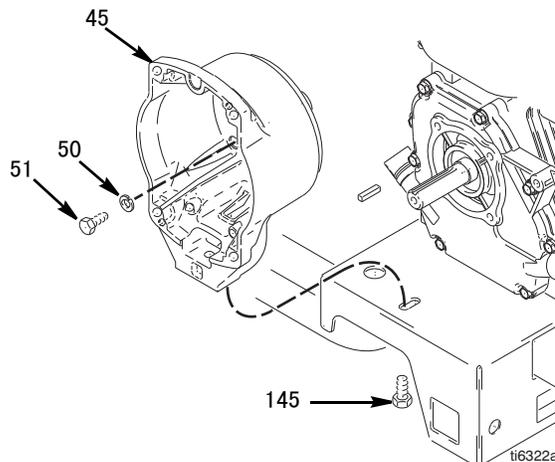

图 11
3. 图 11. 从位于喷涂机推车下面的线束上断开离合器 (+) 和离合器 (-) 的连接器。
2. 图 11. 卸下将离合器外罩（45）固定到发动机上的四个螺钉（51）和防松垫圈（50）。
1. 图 11. 推动离合器外罩（45），使其就位。